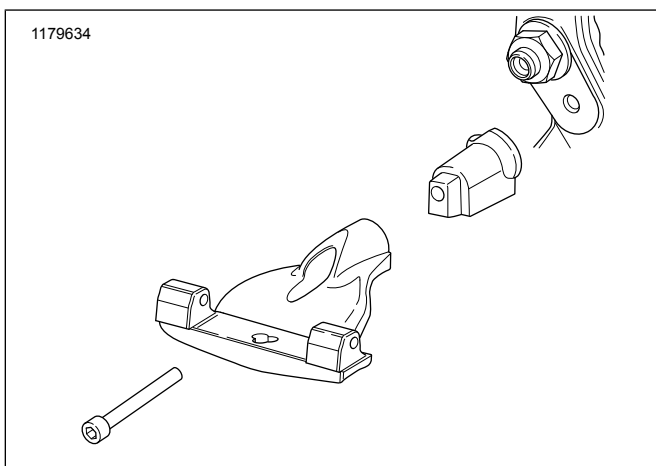
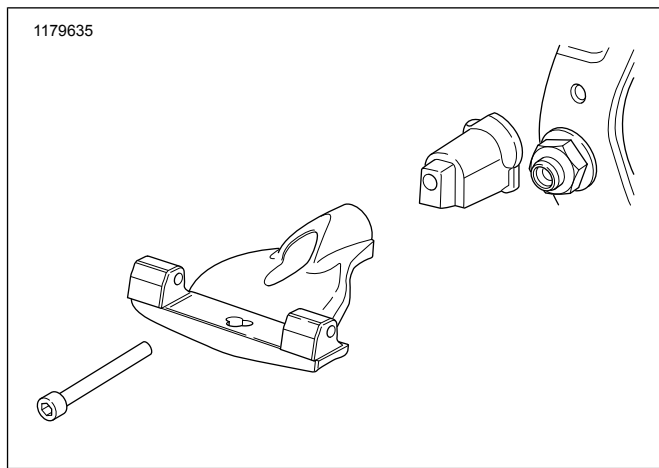

Figura 4. Installazione lato sinistro: FXBR/S, FXBB, FLFB/S, FLSL, FXLR
Figura 5. Installazione lato sinistro: FLSB, FLHC, FLDE
2. **Per i modelli FXBR/S, FXBB, FLFB/S, FLSL e FXLR, vedere Figura 4. Per i modelli FLSB, FLDE e FLHC, vedere Figura 5.** Posizionamento del montante della pedana. Applicare il frenafilietti Loctite 243 alla vite con testa a esagono incassato e inserirlo nel gruppo pedana e attraverso l'adattatore corretto, nonché nel foro di montaggio.